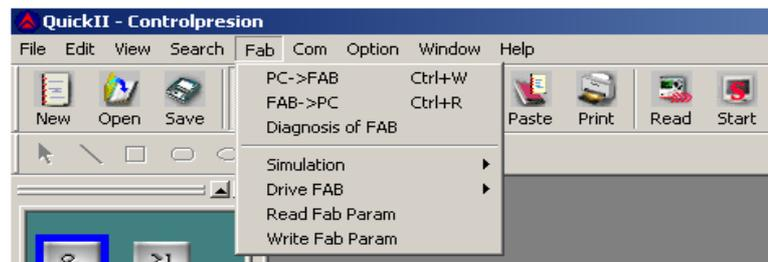

Figura. 4.28. Opciones de Fab
5. Escoger la opción Fab dentro de la Barra de Menús. Se desplegarán las opciones que se muestran en la figura 4.28: